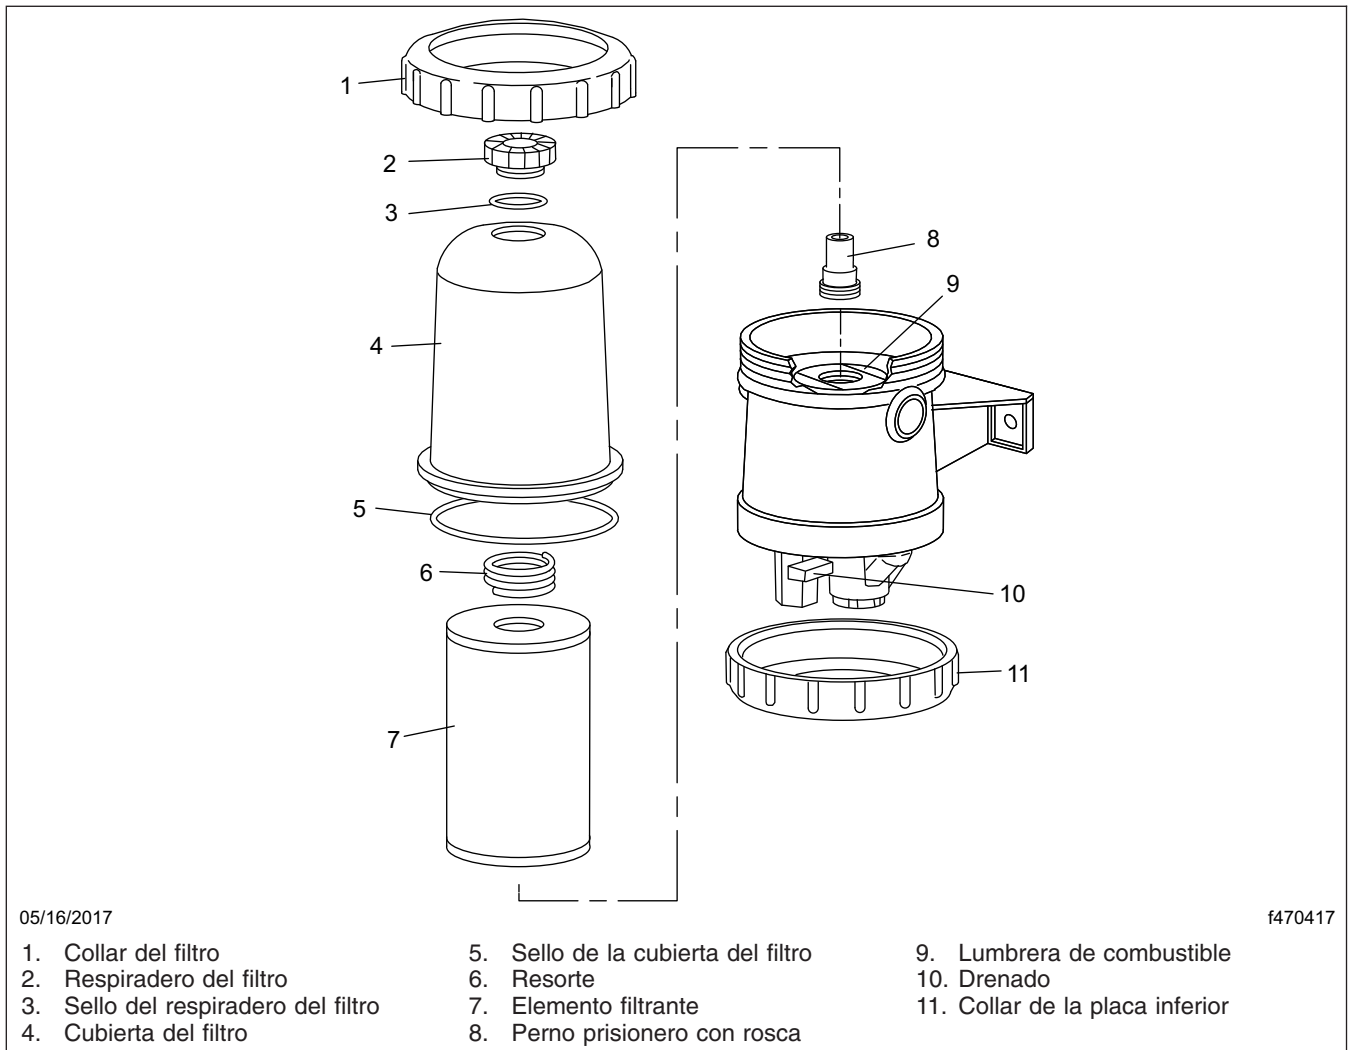

Figura 13.2, Separador de combustible y agua Davco modelo 382
1. Drene el combustible hasta que el nivel este por debajo del collar del filtro. Vea en la **Figura 13.2** el modelo 382 de separador de combustible y agua.